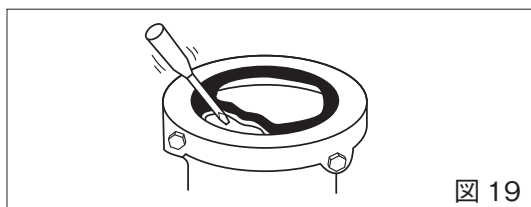

図 19
2. どちらか一方の③ゴムフランジをマイナスドライバー等で図の様にめくってください。（図19）
3. ③ゴムフランジを②ゴムスリーブからペンチ等で引きはがしてください。
4. ③ゴムフランジを抜いた側から②ゴムスリーブを押すと、①本体から抜き取ることが出来ます。